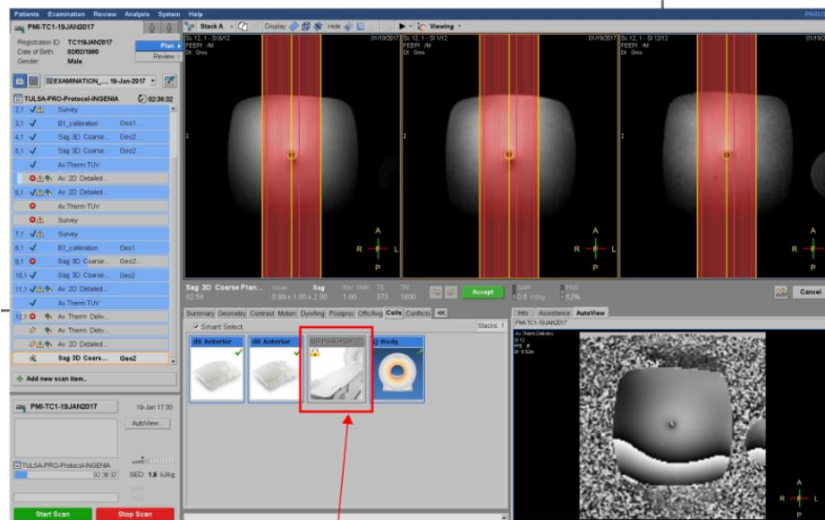

Bild 42: Bortkopplad posterior spole
5. Bekräfta att den posteriora spolen är bortkopplad genom att öppna en sekvens och gå till fliken Coils (spolar). Den posteriora dS-spolen ska vara gråtonad och ha en liten låssymbol (Bild 42).